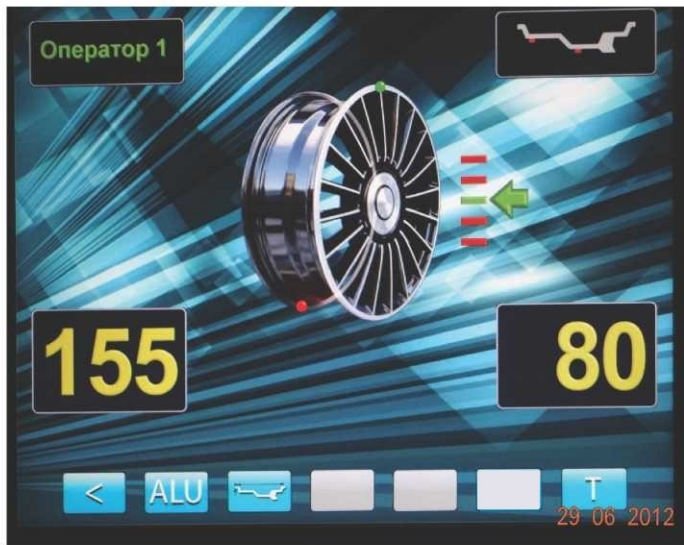

рис.12.1.
13.1.6. Запустите СБ, опустив защитный кожух, либо нажав кнопку «START». На экране основного рабочего режима изображение диска колеса начнёт вращаться. После окончания цикла измерения автоматически включится тормозное устройство и вал СБ остановится. В окнах 1 и 4 появятся значения масс балансировочных грузов в граммах, а на изображении диска появятся две красные точки, отмечающие места их установки (рис.12.1).